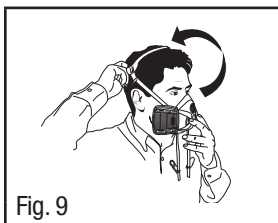

Fig. 9
2. Coloque el respirador sobre la boca y la nariz y sosténgalo en su lugar con una mano. Tire del arnés de cabeza sobre la coronilla de la cabeza con la otra mano (Fig. 9).